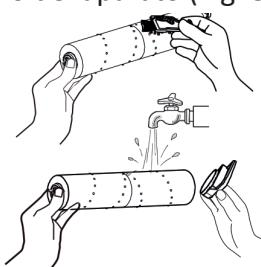

Fig. 38
- Retire el asa. Limpie y lave el cepillo giratorio con agua limpia para eliminar la suciedad, el cabello, las astillas, etc. (Fig. 38).